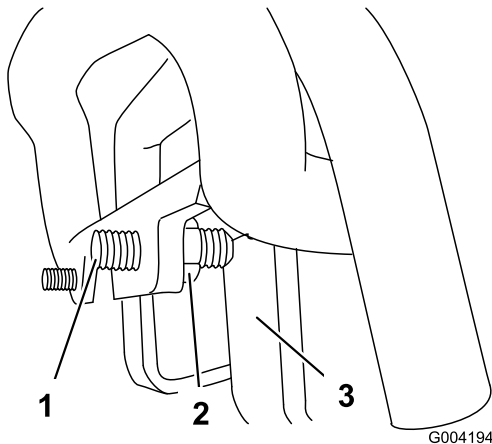

Bild 52
3. Falls die Maschine nach **links** zieht, lockern Sie die **rechte** Klemmmutter und stellen Sie die Spurweiten-Stellschraube vorne am Fahrtrieb ein (Bild 52).
4. Falls die Maschine nach **rechts** zieht, lockern Sie die **linke** Klemmmutter und stellen Sie die Spurweiten-Stellschraube vorne am Fahrtrieb ein (Bild 52).